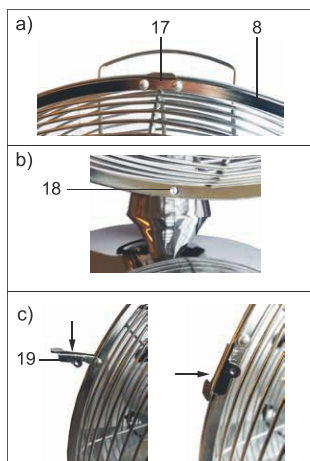

Fig. 74: Montaż przedniej kratownicy ochronnej
18. Nałożyć przednią kratownicę ochronną (8) z elementem do zawieszenia (17) na krawędź tylnej kratownicy ochronnej. Rys. 74 a).
20. Nasunąć cztery zaciski blokujące (19) znajdujące się po bokach przedniej kratownicy ochronnej na ramy obu kratownic. Rys. 74. c).
21. Włożyć śrubę z łbem krzyżakowym soczewkowym (8a) w otwory (18) przedniej i tylnej kratownicy ochronnej.